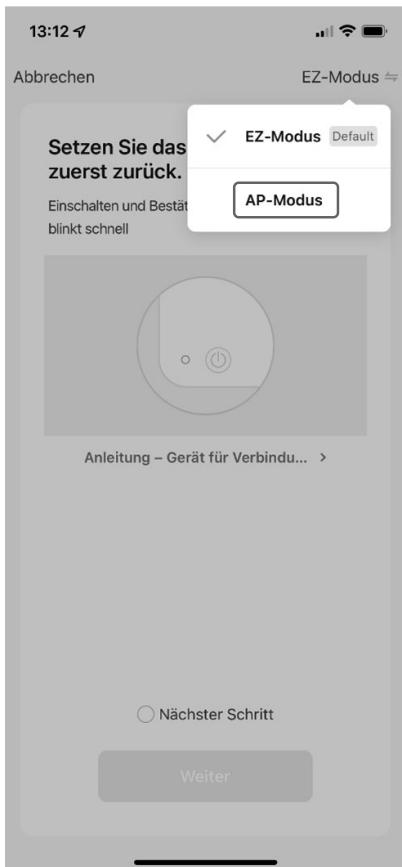
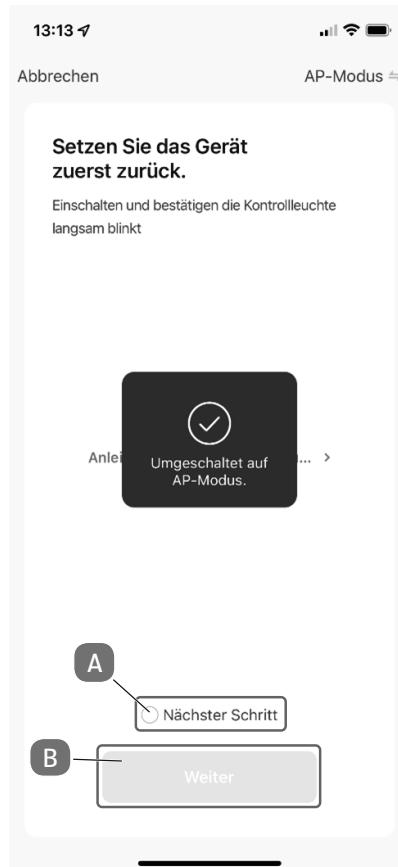

Abb. 5
Abb. 6
- Wählen Sie im Auswahlfenster den **AP-MODUS** aus (s. Abb. 5). Es erscheint eine Bestätigung, dass auf den AP-Modus umgeschaltet wurde (s. Abb. 6).
- Setzen Sie den Haken bei **NÄCHSTER SCHRITT** (A) und tippen Sie anschließend auf **WEITER** (B).